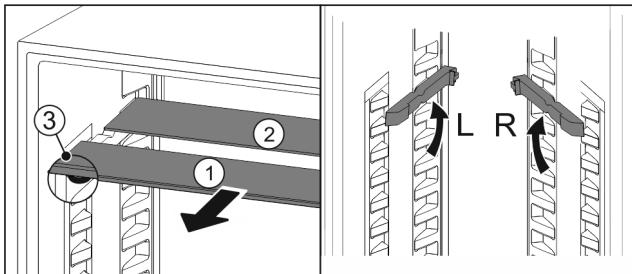

Fig. 90
- Издърпайте Fig. 90 (1) поотделно стъклените площи напред.
- ▷ Стъклената плоча Fig. 90 (1) с декоративната лайстна е отпред.
- ▷ Ограничителите Fig. 90 (3) сочат надолу.